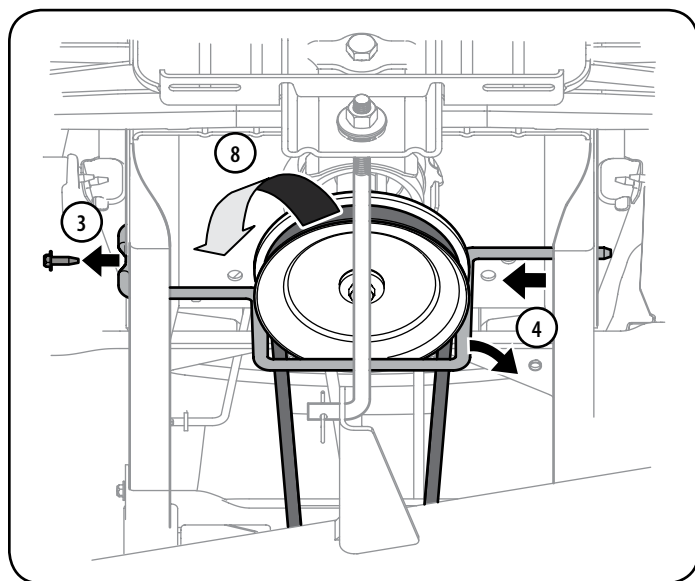

Figura 25
- c. Saque el tornillo hexagonal que asegura la varilla guardapoleas del motor al chasis. Vea la Figura 25.
- d. Deslice la varilla hacia la derecha para sacarla. Vea la Figura 25.